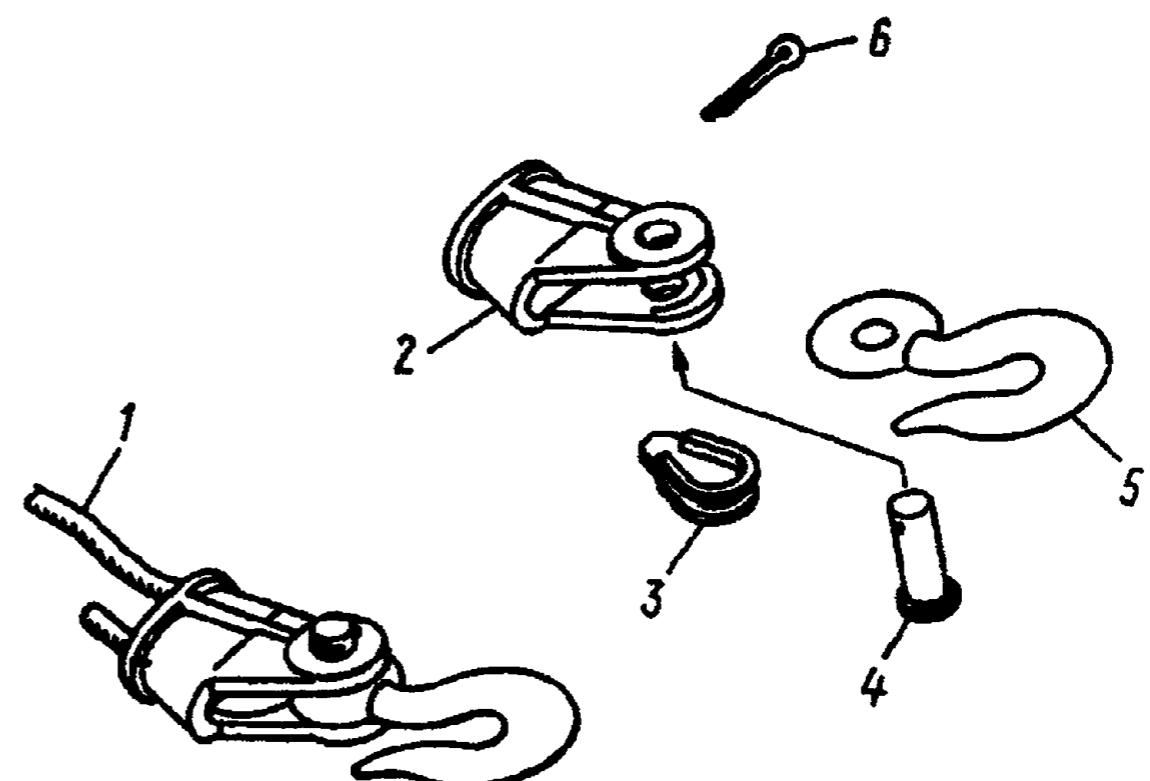

Рис. 64. Клиновая заделка троса лебедки:
3. Расшплинтуйте и выньте палец 4 (рис. 64) и крюк 5, выбейте клин 3, снимите коуш 2. Выдайте трос назад	Плоскогубцы, молоток, монтажная лопатка
12. Закрепите трос в коусе клином 3 (см. рис. 64), установите крюк, палец и зашплинтуйте его	Плоскогубцы, отвертка, молоток